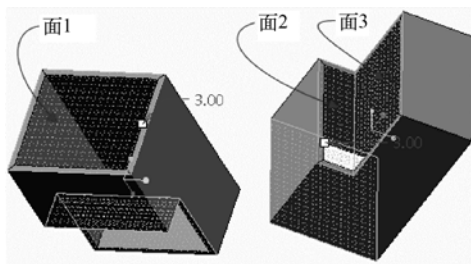

图 1-17 选择要移除的面
(3) 在模型中选择图 1-17 所示的面 1，接着按住〈Ctrl〉键并选择面 2 和面 3。